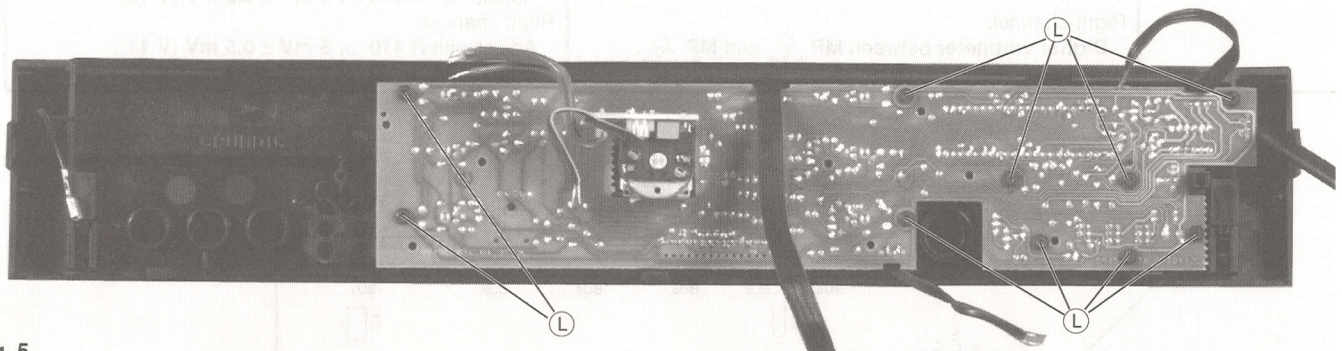

Fig. 5
6. Zerlegen der Frontplatte (Fig. 5)
- Die 10 Schrauben (L) herausschrauben.
6. Disassembling of the Front Panel (Fig. 5)
- Undo the 10 screws (L).